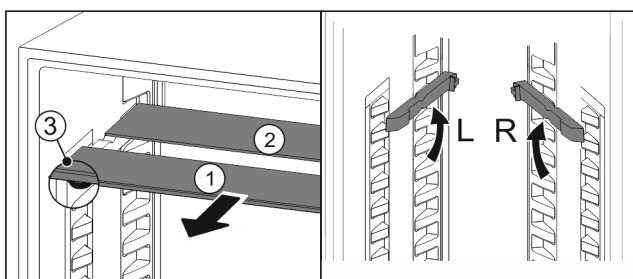

Fig. 23
- ▶ 将玻璃隔板逐个向前拉出 Fig. 23 (1)。
- ▷ 带装饰条的玻璃隔板 Fig. 23 (1)在前。
- ▷ 阻挡装置 Fig. 23 (3)指向下方。